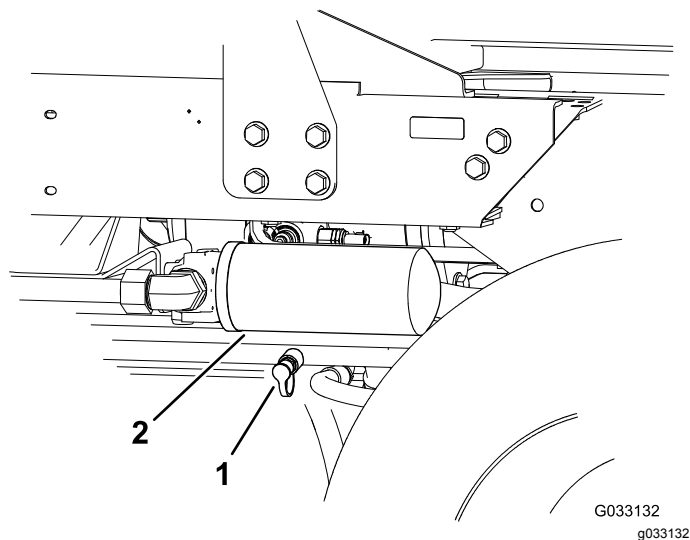

図 62
2. 後部走行マニホルドに取り付けた故障診断用フィッティングと後退走行油圧テストポートとを油圧ホースでつなぐ 図 62。